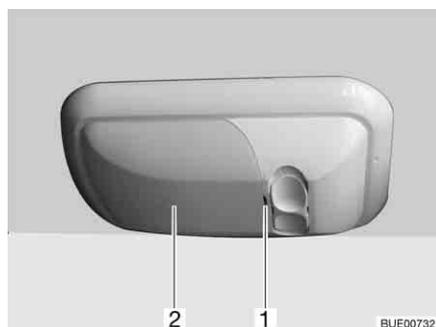

Bild 259 Garagenleuchte
- Abdeckung (Bild 259,2) vorsichtig mit einem geeigneten Werkzeug (z. B. Schraubendreher) an der Einkerbung (Bild 259,1) aushebeln und abnehmen.